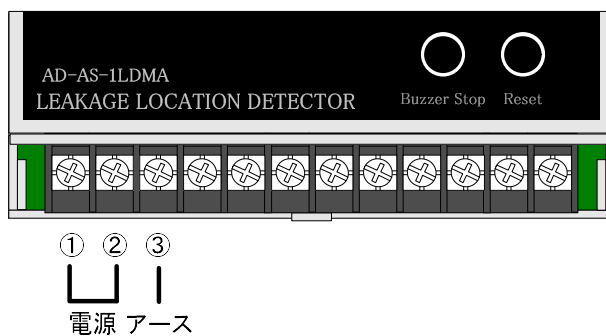

図 3. 電源端子
電源端子台の配置を図 3に示します。
ノイズ対策のため必ず③アースに接続して下さい。(図 3参照)